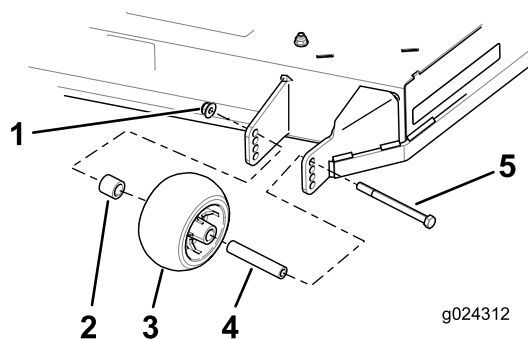

Figure 31
3. Retirez l'écrou à embase, le galet anti-scalp et le boulon du support (Figure 31).
4. Alignez le boulon et le galet anti-scalp dans le trou du support correspondant le mieux à la position de hauteur de coupe (Figure 31).
5. Insérez le boulon dans le trou du support et fixez le boulon et le galet anti-scalp avec l'écrou à embase (Figure 31).